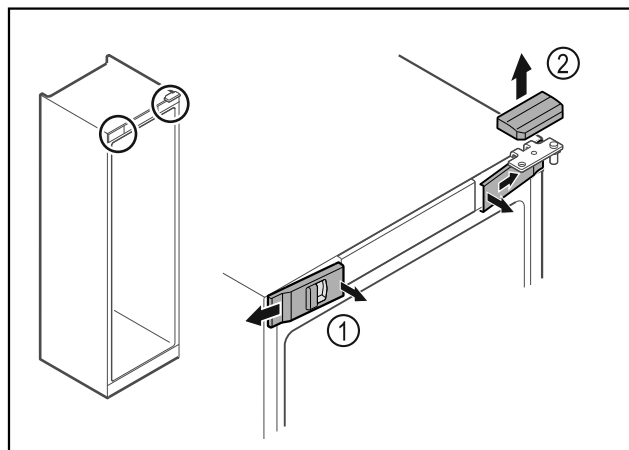

Fig. 10
- Klik de forreste indvendige afdækninger Fig. 10 (1) ud, og tag dem af i siden.
- Tag den øverste afdækning Fig. 10 (2) af opetter.